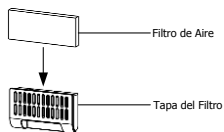

Fig. 11-1
- (1) Ponga el filtro de aire a la tapa del filtro, como se muestra en la Fig. 11-1.